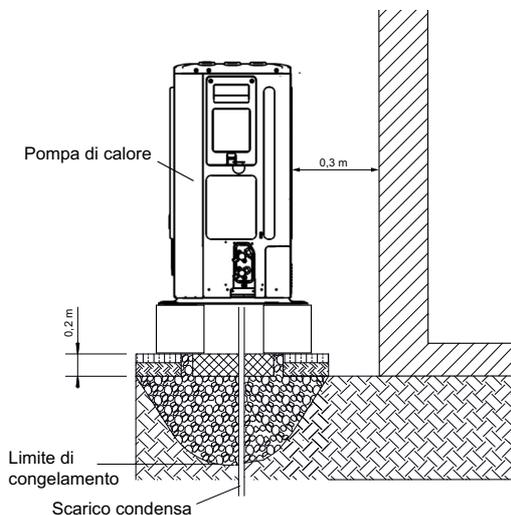
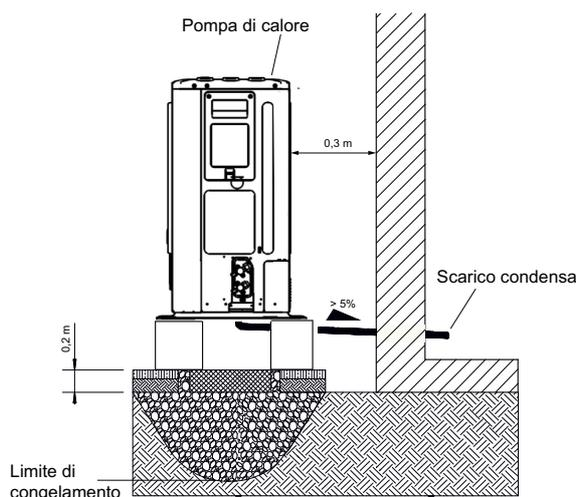

Abb. 5.1
Abb. 5.2
- Si consiglia di montare l'unità esterna vicino alla parete su fondamenta separate dall'edificio, mantenendo una distanza di almeno 0,3 m sul lato di aspirazione (Fig. 5.1 + Fig. 5.2).
- Rispettare le distanze minime (Fig. 5.1) indicate.